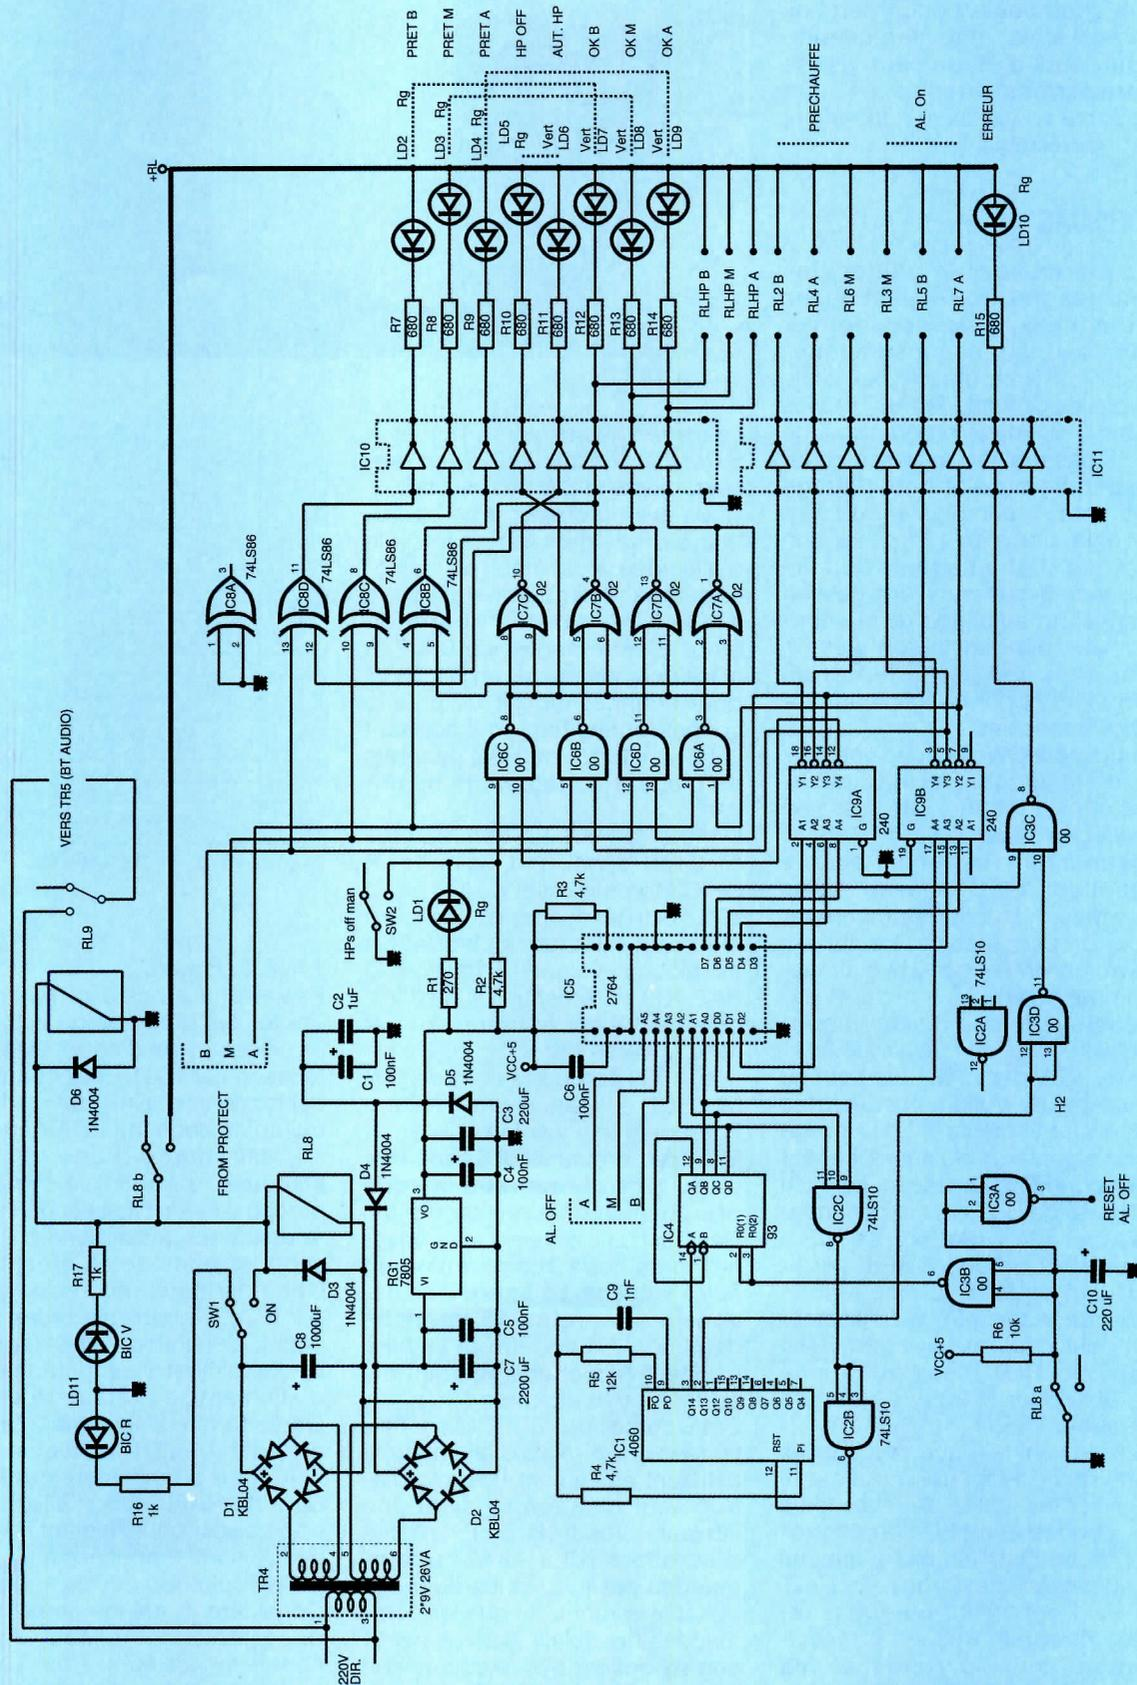

Figure 2
La **figure 2** dévoile donc une partie de la circuiterie. Un transformateur – identifié TR4 – est en veille permanente sur le 220 V : aucun inter n'est prévu pour le désolidariser du réseau. Nous sommes partis du principe que, pour un usage professionnel ou privé, un «inter» général était installé par défaut.
Revenons alors à la figure 2. Toutes les données de IC5 sont inversées et six d'entre elles bufférisées par IC11 pour commander les relais d'alimentation. IC3c, qui commande la LED Erreur (LD 10) est chargé d'une mission luxueuse : pendant le cycle, sa broche 9 étant à 1, il est en mesure de laisser passer (en les inversant) les états de sa broche 10. Cette dernière, raccordée à IC1 par IC3c, va transmettre les états d'âme de l'horloge à LD10, donc la faire clignoter pendant le cycle d'allumage, et l'éteindre en fin. On verra que si le signal d'erreur est actif (0), LD10 s'allumera en fixe et ne pourra s'éteindre que par une RAZ. Mais n'allons pas trop vite car pour l'instant A3 à A5 de IC5 sont supposées à 0.